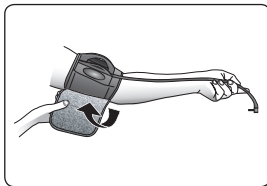

Fig. 2
3. Coloque y cierre el brazalete, para que esté en una posición correcta, el tubo debe seguir la longitud interna del brazo (Fig. 2).